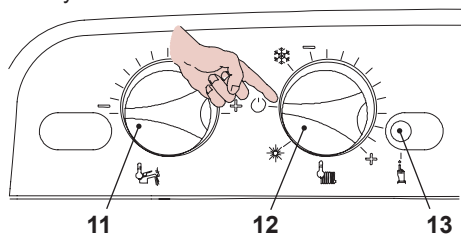

Рисунок 6.9
- Выключите котел, установив переключатель функций 12 в положение “0”, см. Рисунок 6.9.